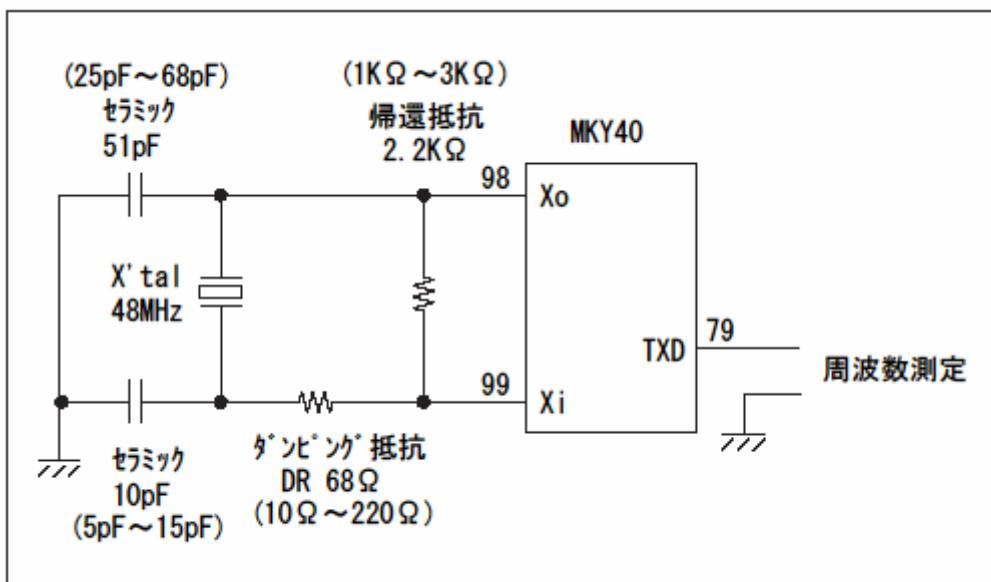

図.3
MKY40の発振出力は強いので、ダンピング抵抗を用いないと、水晶発振子の基本波による発振になってしまいます。48MHz（3倍オーバートーン型）水晶発振子の場合、16MHzとなります。弊社においては、数社（金石、トヨコム、昭和クリスタル等）のHC49U型48MHz（3倍オーバートーン型）水晶発振子を接続して発振させた場合に、安定な定数を策定致しましたものを下記及び図.3に記述致します。
1. 発振子のタイプやメーカーにより特性が異なりますので、図.3中の定数は絶対的保障をするものではありません。量産品に固有メーカー固有品番の水晶発振子を利用する場合は、水晶発振子メーカーにお問い合わせの上、固有な水晶発振子部品の持つ特性値に適合する、周辺部品定数を決定して下さい。